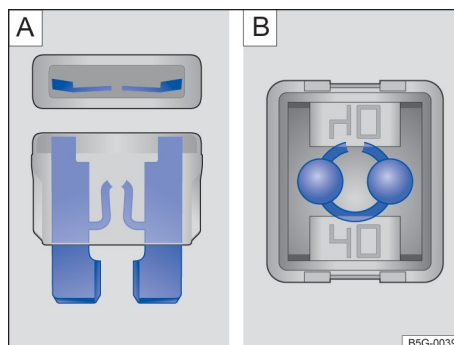

Рисунок 124. Перегоревшие предохранители: плоский предохранитель ⓘ, блочный предохранитель ⓘ.
- Перегоревшие плоские предохранители (ATO®, MINI®) можно определить, наблюдая за состоянием плавления металлического листа внутри прозрачного корпуса, закрывающего металлический лист сверху и сбоку → Рисунок 124 A.
- Предохранитель блочного типа (JCASE®) можно определить по верхней части прозрачного корпуса, чтобы увидеть, не перегорел ли он. → Рисунок 124 B.